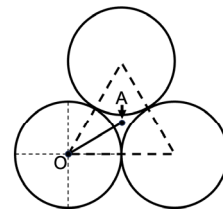
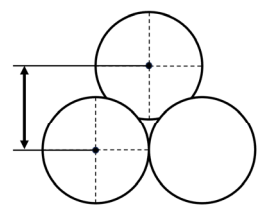

図1
図2
(1) 図1は最稠密面における原子配列の一部を描いている。原子の接触している所には隙間ができる。原子の中心 O から隙間の中心 A までの距離 (実線 OA の長さ) を求めよ。導出過程も示すこと。
(2) 最稠密面の重なりを考えた時、次の原子面の原子は隙間の上に乗る (図2は図1に原子を重ね、横から見ている)。層間距離 (両端矢印の長さ) を求めよ。導出過程も示すこと。
(3) 最稠密面を重ねた時、稠密六方構造および面心立方構造の1周期の長さを求めよ。